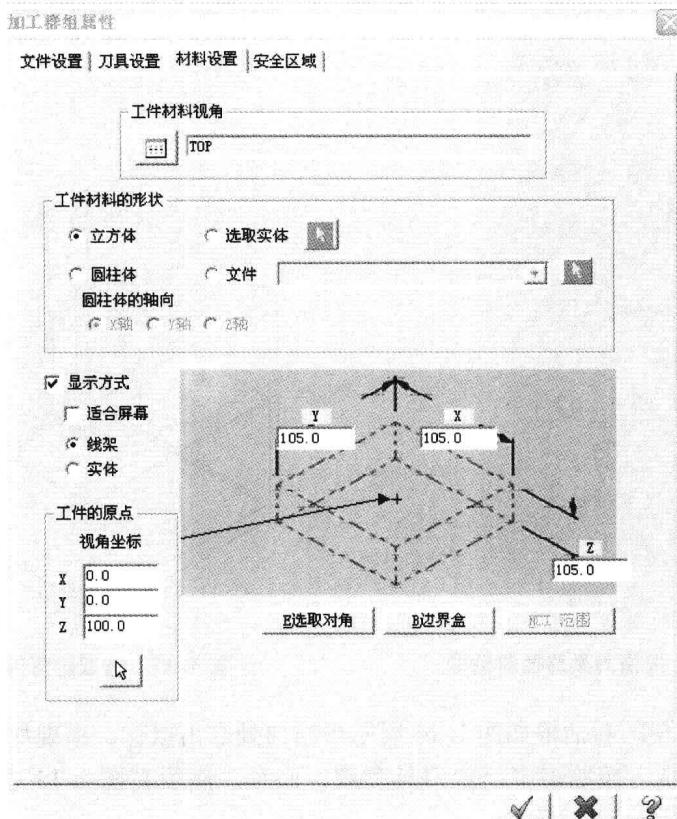

图 1.10 材料设置
(3) 依次设置刀具设置（可以缺省）、材料设置、安全区域（可以缺省）等项。材料设置为 $105 * 105 * 105$ mm。如图 1.10, 1.11 所示。